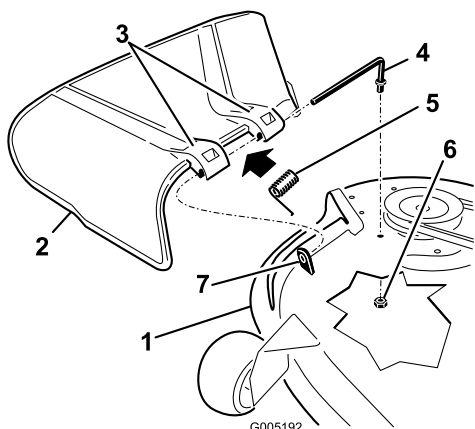

Figure 48
1. Repérez les éléments illustrés (Figure 48).
2. Retirez l'écrou (3/8 pouce) de la tige, sous le plateau de coupe (Figure 48).
- Sortez la tige de la courte cheville de positionnement, de la rondelle-frein intérieure, du ressort et du déflecteur d'herbe (Figure 48). Enlevez le déflecteur s'il est endommagé ou usé.
- Reposez le déflecteur d'herbe et la rondelle-frein intérieure (Figure 48).
- Placez le ressort sur la tige, les fils d'extrémité dirigés vers le bas, entre les supports du déflecteur d'herbe. Insérez la tige dans le deuxième support du déflecteur d'herbe et la rondelle-frein intérieure (Figure 48).
- Insérez la tige à l'avant du déflecteur dans la courte cheville de positionnement sur le plateau. Fixez l'extrémité arrière de la tige dans le plateau de coupe à l'aide d'un écrou (3/8 pouce) (Figure 48).